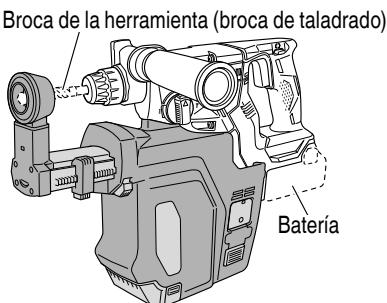

Fig. 2
### 1. Instalación y desinstalación del sistema del extractor de polvo (Fig. 2, 3, 4)
- Durante el montaje, desmontaje o ajuste del sistema extractor de polvo, a fin de prevenir un accidente poco probable, asegúrese de desactivar el interruptor de la herramienta y, a continuación, retire la batería y la broca de la herramienta. (Fig. 2)